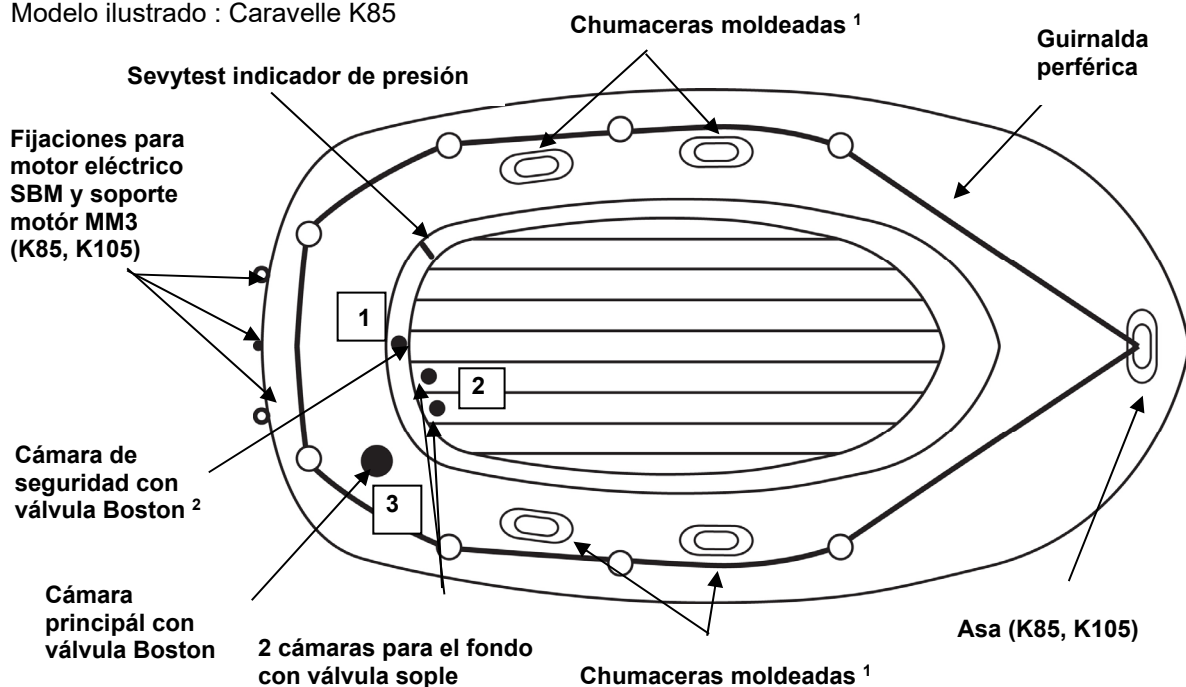

Figura 1
- a) Válvula(s) Boston (ver ilustración): para hinchar, quite el tapón de la válvula (1) ; enrosque el cuerpo de la válvula (2) en la base de la válvula (3), sobre el flotador ; verifique que el tapón sigue siendo accesible. Inserte la extremidad del tubo del hinchador en la válvula. Hinché el flotador hasta la presión requerida (ver punto 3). Al terminar el inflado, cierre la(s) válvula(s) con el tapón. **NOTA:** es normal comprobar un ligero escape de aire antes de apretar el tapón de una válvula. Únicamente **los tapones aseguran la ESTANQUEIDAD FINAL.**
2. Hinché el producto siguiendo el orden de hinchado indicado en la placa de identidad imprimida sobre el producto (referirse también la figura 1, numeración de las válvulas).
3. Presión requerida : **la presión de utilización es de 0,06 bar (= 60 mbar). No superarla.** El producto está equipado con un SEVYTEST, una escala de expansión que muestra hasta qué punto se puede hinchar. Hínche en primer lugar la cámara de seguridad (figura 1) hasta alcanzar la indicación “+” del Sevytest ; después, la cámara principal (figura 1) hasta alcanzar la indicación “-”. **Sobrepresión** : deje escapar aire hasta alcanzar la presión requerida. **Poca presión** : vuelva a hinchar ligeramente. **NOTA** : después de numerosos hinchados, es posible que la indicación del SEVYTEST no vuelva a su posición inicial debido a un alargamiento del PVC bajo la influencia de la presión. Sin embargo permitirá verificar que la indicación permanece en la zona recomendada.